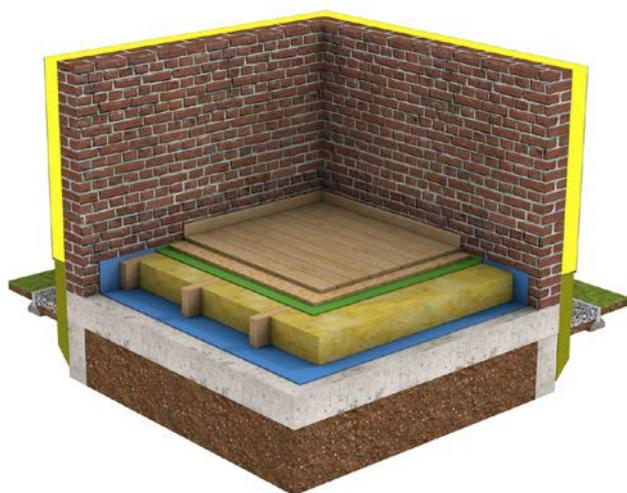

Fig. 1 Isolation au-dessus d'un terre-plein (vue 3D).
- si l'isolation est mise en œuvre au-dessus d'un terre-plein (voir figures 1 et 3), on s'assurera qu'un isolant imputrescible est présent du côté extérieur du mur et que celui-ci est enfoncé d'au moins 40 cm dans le sol